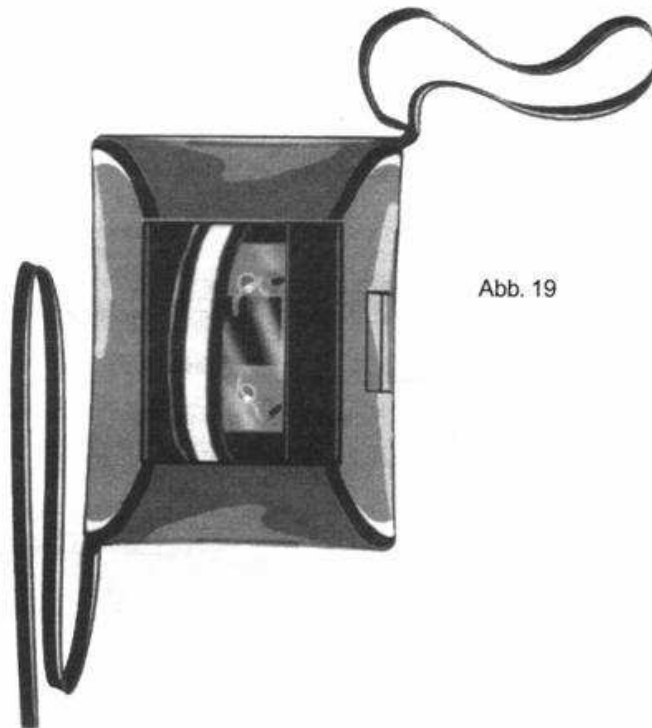

Abb. 19
12. Abb. 19 zeigt den fertig gepackten Rettungsschirm.
Figure 19 shows a packed reserve.